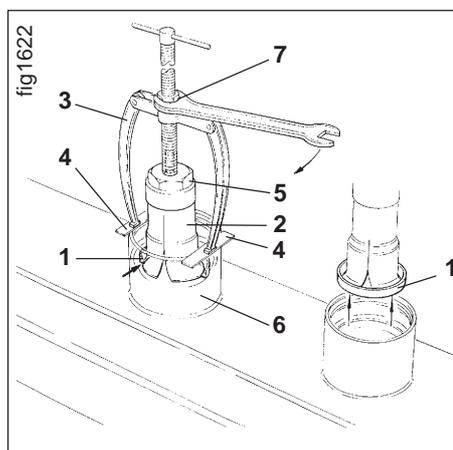

Fig. 19.22
- un extracteur interne (fig. 19.22/2) à deux bras (fig. 19.22/3)
- deux fers plats (fig. 19.22/4).
Démontez la cage extérieure de roulement (fig. 19.22/1) en procédant comme suit :
- Introduisez l'extracteur interne (fig. 19.22/2) dans l'orifice.
- En serrant l'écrou (fig. 19.22/5) les jupes d'extraction s'écartent et les rebords acérés (fig. 19.22/voir flèche) s'incrudent derrière le rebord arrondi de la cage.
- Posez deux fers plats (fig. 19.22/4) sur le fourreau porte-roulement (fig. 19.22/6).
- Appuyez les bras (fig. 19.22/3) sur les fers plats (fig. 19.22/4).
- Maintenez fermement la poignée et serrez l'écrou 6 pans (fig. 19.22/7). Ce faisant, la cage (fig. 19.22/1) s'extrait. Dès que la cage est un peu dégagée, desserrez l'écrou (fig. 19.22/5).